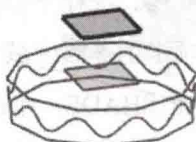

图 1.2.4 基准平面 1
Step5. 创建图 1.2.4 所示的基准平面 1。选择下拉菜单 **插入(S)** → **基准/点(D)** → **基准平面(P)...**命令，系统弹出“基准平面”对话框。在**类型**区域的下拉列表中选择 **按某一距离**选项，在绘图区选取 XY 基准平面，输入偏移值 50。单击 **确定**按钮，完成基准平面 1 的创建。